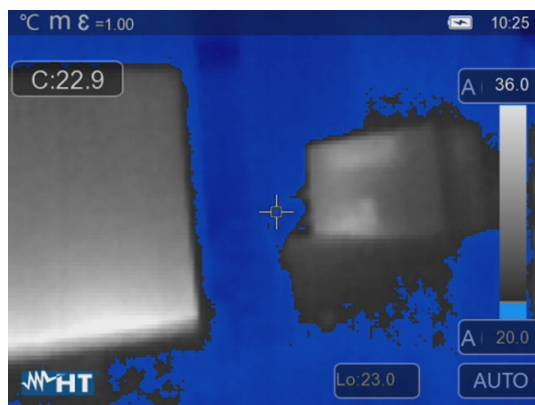

Fig. 41: Selezione isoterma Allarme sotto Temp.
7. Toccare il campo “Lo” nella parte bassa del display e usare i tasti freccia < o > per impostare il valore della soglia di temperatura **minima** al di sotto della quale lo strumento mostra i punti dell’immagine in colore blu e in grigio i restanti punti (vedere Fig. 41)